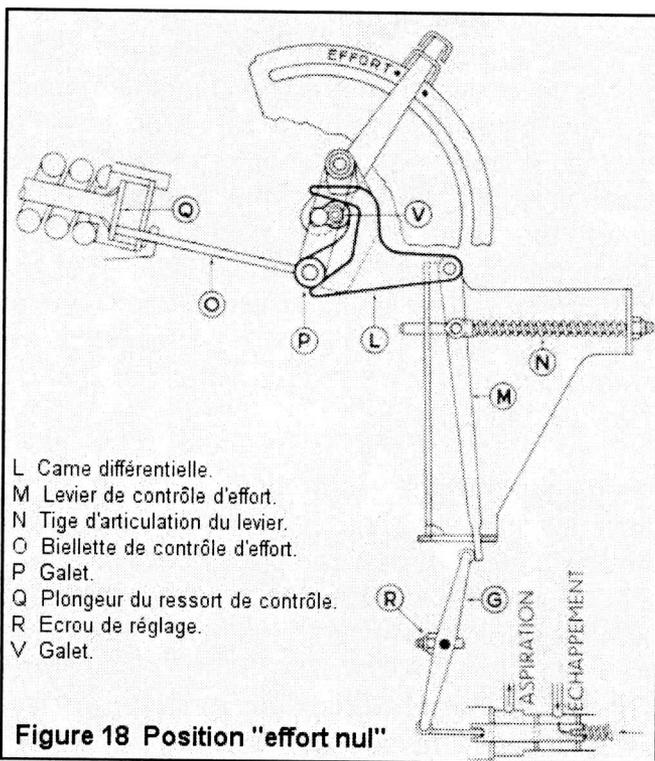

Figure 18 Position "effort nul"
Le mécanisme de ce second système est parallèle à celui du système A et comprend, comme le montre la figure 18, une came différentielle (L) reliée à un levier vertical (M) articulé sur la tige (N) et en contact par son extrémité inférieure avec le galet du levier de commande de valve (G). l'extrémité arrière de la came (L) présente une fourche à l'intérieur de laquelle se déplace le galet (V) placé en bout de l'arbre de la manette de contrôle d'effort. Un deuxième galet (P) fixé à l'extrémité de la biellette de contrôle d'effort (O) est en contact avec la rampe inférieure de la came. Cette biellette est reliée à un balancier qui empêche tout mouvement vertical du galet sous l'action du ressort de valve transmise par les levier (G) et (M). Comme dans le système précédent, la came (L) se déplace toujours dans le même sens que la valve. Supposons qu'un outil soit attelé au tracteur et que l'on ait abaissé la manette de contrôle de position jusque dans la zone de réponse; l'outil repose sur le sol et la valve de contrôle est en position d'échappement. Si le tracteur avance, l'outil s'enfonce dans le sol et le contrôle d'effort automatique entre en action de la façon suivante: